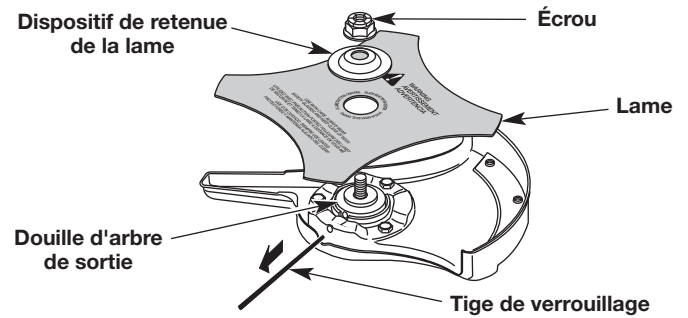
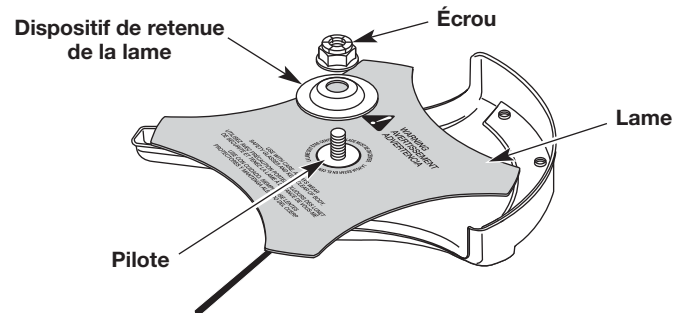

Fig. 20
Fig. 21
3. Enlevez la tige de verrouillage (Fig. 20).
4. Enlevez l'écrou, le dispositif de retenue de la lame et la lame (Fig. 20).
1. Mettez la lame sur la douille de l'arbre de sortie (Fig. 20). Assurez-vous que la lame est centrée sur le pilote (Fig. 21). La lame doit reposer à plat contre la douille de l'arbre de sortie.
3. Tout en maintenant la tige de verrouillage en place, mettez le dispositif de retenue de la lame et l'écrou sur l'arbre de sortie (Fig. 21).